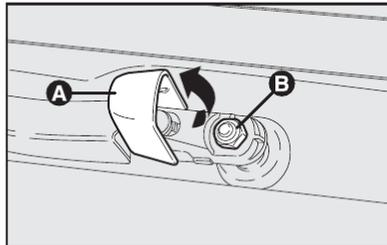

fig. 18
Substituição da palheta do limpador do vidro traseiro - fig. 18
- 1) Levantar a capa protetora **A**-fig. 18.
- 2) Desparafusar a palheta e substituí-la **B**-fig. 18.